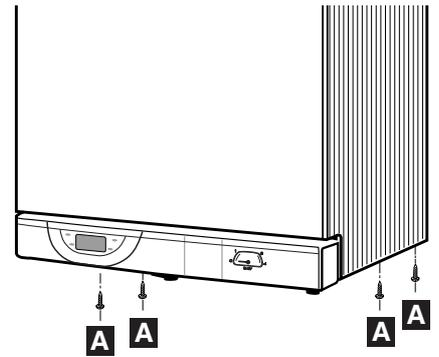

Fig. 23
- déposer l'habillage en dévissant les 4 vis **A** de fixation, situées en partie inférieure (fig. 23)